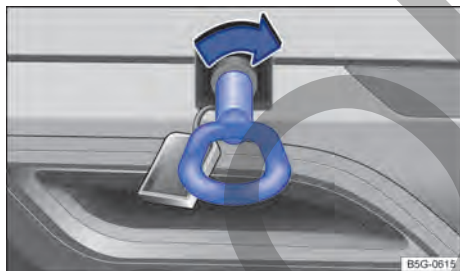

Fig. 177 En el lado derecho del paracolpes trasero: enroscar la argolla de remolque.
- Enrosque la argolla de remolque en el alojamiento → fig. 177 girándola al máximo **en el sentido de las agujas del reloj** → ⓘ. Utilice un objeto adecuado con el que pueda enroscar completa y fijamente la argolla de remolque en su alojamiento.